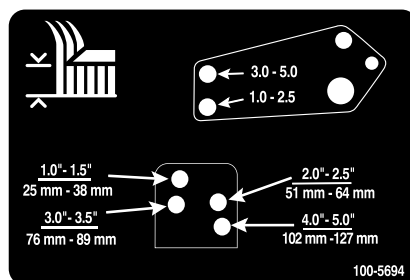
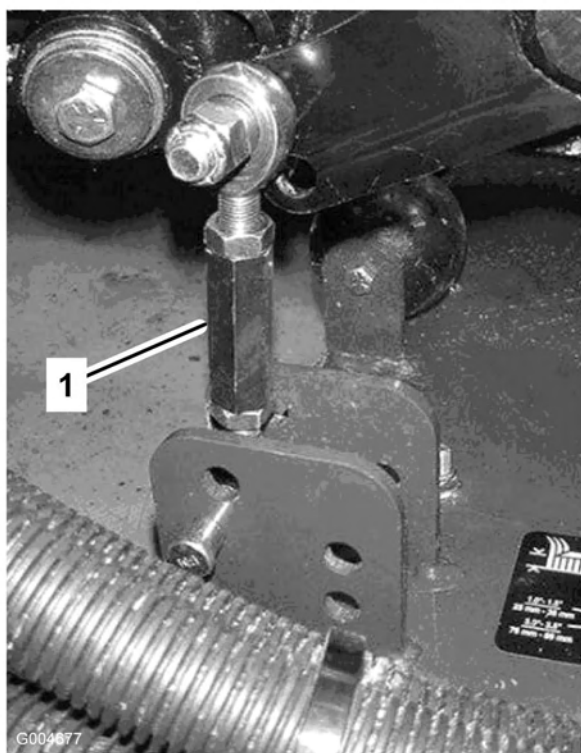

Figura 23
Figura 22
- Retire los pasadores de horquilla y las chavetas que fijan los acoplamientos de los amortiguadores a los soportes de la unidad de corte (Figura 22). Alinee los taladros de los acoplamientos de los amortiguadores con los taladros del soporte de altura de corte en el bastidor de la unidad de corte (Figura 23), y coloque los pasadores de horquilla y las chavetas.